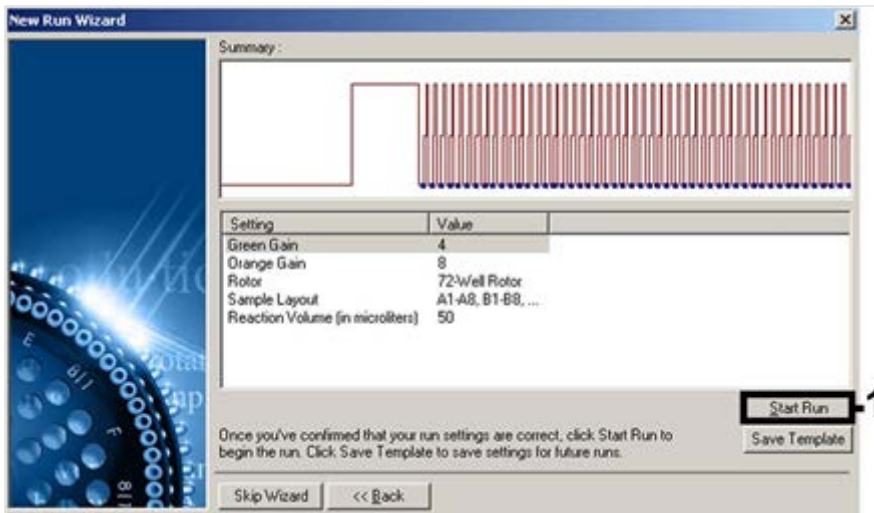

Figura 8. Inicio de la serie. Se muestra a modo de ejemplo una captura de pantalla para el *artus* HI Virus-1 QS-RGQ Kit.
7. Los valores de ganancia determinados por la calibración de los canales se guardan automáticamente y se muestran en la última ventana de menú del procedimiento de programación (figura 8). Haga clic en "Start Run" (Iniciar serie).